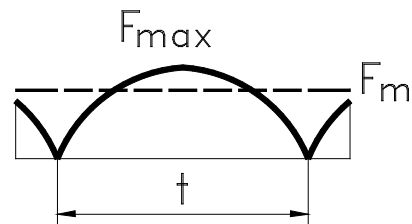

Abb. 6.3
- a) die Belastung geht auf Null zurück, um im folgenden Intervall wieder ein Maximum zu erreichen (siehe Abb. 6.3).